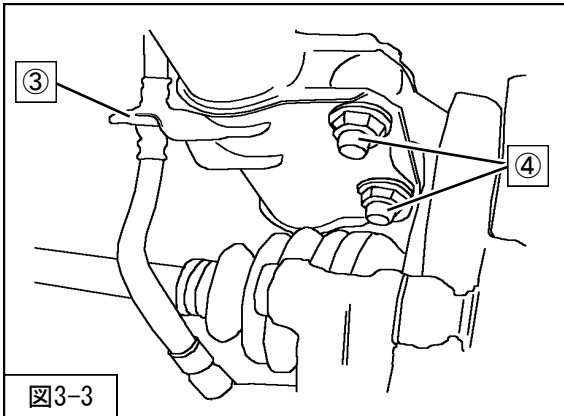

図3-3
4. ③ブレーキホース取付クリップを取外し、ブレーキホースをだんばーサスペンションステーから取外してください。(図3-3)
5. ④リアサスペンションASSYロア取付ボルト・ナットを取外してください。(図3-3)